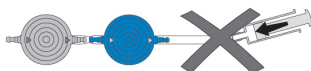

Bild 25: Undvik trycksättning
- ▶ **Trycksättning med engångsspruta ska undvikas både i den proximala och den distala änden (Bild 25).**